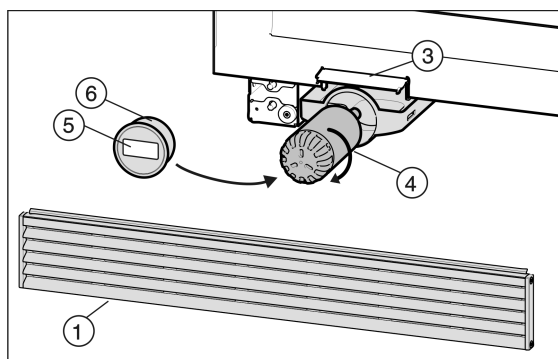

Fig. 6
- Mettre le nouveau filtre Fig. 6 (4) en place et le tourner d'env. 100° dans le sens des aiguilles d'une montre jusqu'à la butée.
- Poser le couvercle du filtre Fig. 6 (6).
- Inscrire la date du dernier remplacement sur l'autocollant Fig. 6 (5) fourni puis le coller sur le couvercle du filtre Fig. 6 (6).
- Insérer le filtre à eau Fig. 6 (4).
- Fermer le clapet de remplacement du filtre Fig. 6 (3).
- Remettre la grille de ventilation Fig. 6 (1) en place et la pousser vers le bas. Elle doit être alignée par rapport au sol.